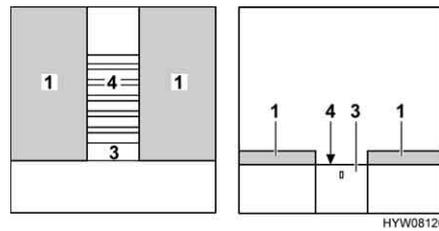

Fig. 68 Durante la transformación
- Extraer completamente el somier (Fig. 68,4). Para esto, tirar del dispositivo de extracción (Fig. 68,3).